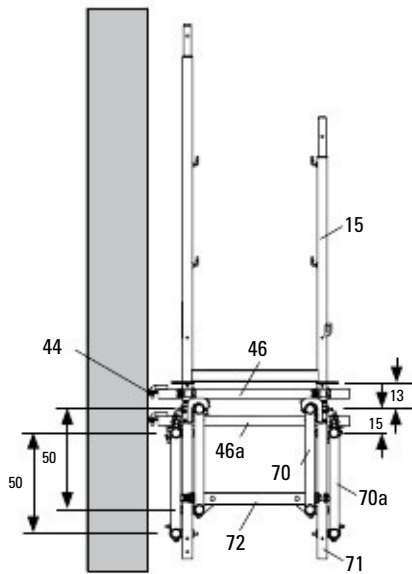

Fig. D4.17
1. Закрепете UWT (46) към ринг-болта UFE.
2. Поставете стенна свързка UWT (46) върху горната част на горния решетъчен трегер (70). Монтирайте свързките UWT върху двете стойки на основната рама (15).
3. Поставете свързките UWT (46a) между горните пояси на решетъчните трегери (70). Монтирайте свързките на всички горни пояси на решетъчните трегери.
4. Монтирайте свързките UWT (46b) на двете стойки на Easy Frame EVF (16). (Fig. D4.17 - D4.19)